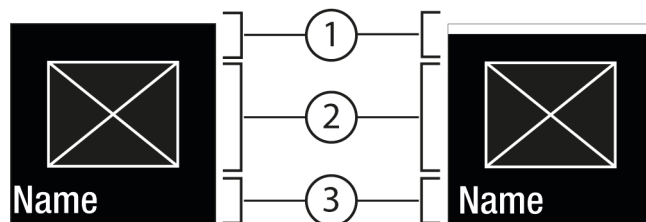
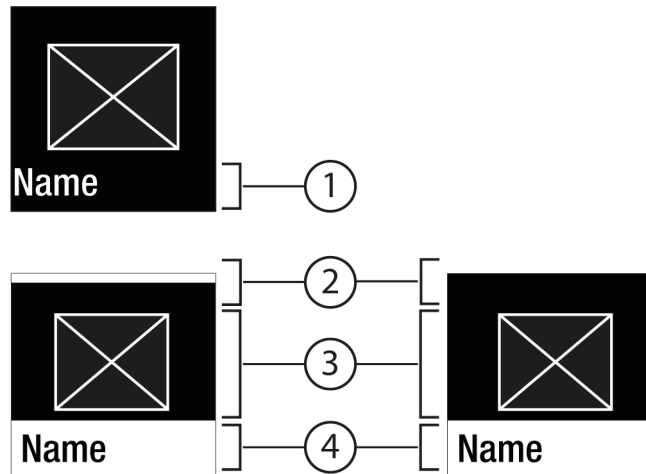

Fig. 6
Fig. 7
- Pomocí Potvrzení Fig. 5 (2) vyvolejte podmenu Fig. 7 (4).
- Nastavení nové hodnoty: Vyberte pomocí Potvrzení Fig. 5 (2) deaktivovanou hodnotu Fig. 6 (1).
- Zpět do menu: Vyberte pomocí Potvrzení Fig. 5 (2) již aktivovanou hodnotu Fig. 6 (2).
▷ Stav: aktivováno *Fig. 6 (1)* se krátce zobrazí v podmenu *Fig. 7 (4)*.